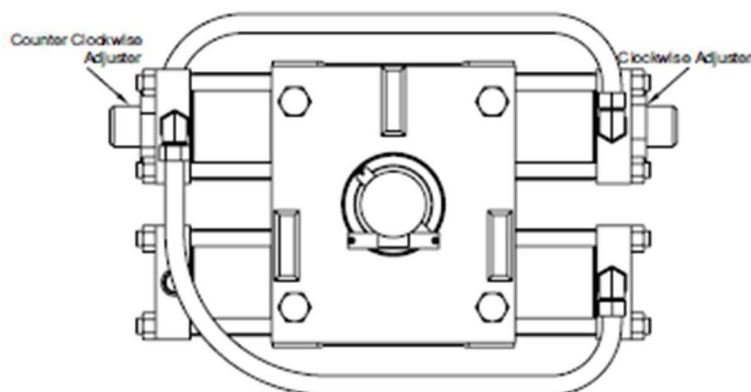

Figura 36A: Ajustadores de curso
1. Posicione o atuador na posição final à prova de falhas desejada, um pouco além do ajustador de curso calibrado. Isso pode ser feito ao calibrar a Posição Lo e a Posição Hi. Consulte a Figura 36A para obter detalhes.
3. Localize o ajustador de curso correto. Consulte a Figura 36A para obter detalhes.